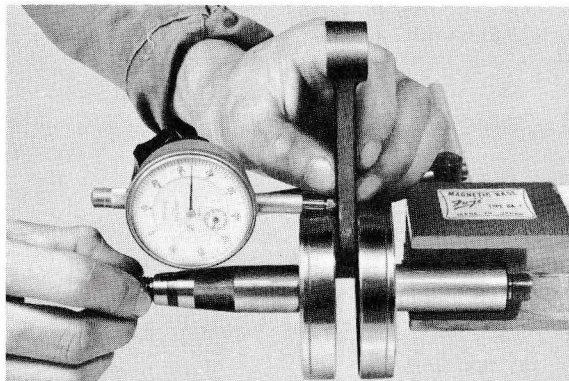

Fig. 2-17-6
3) Kontroll av vevaxelns längd och slag (Fig. 2-17-6)
3) Krumtappens totale längd og avvigelse. (Fig. 2-17-6)